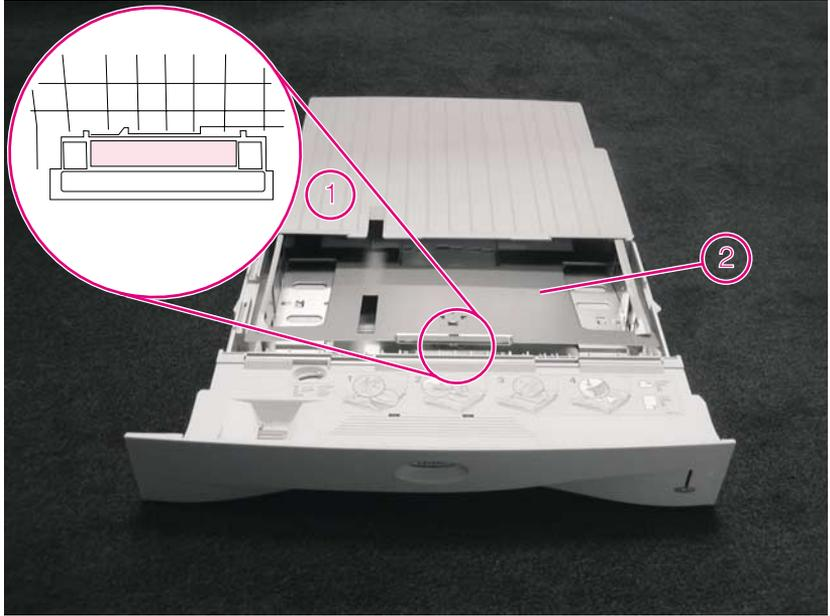
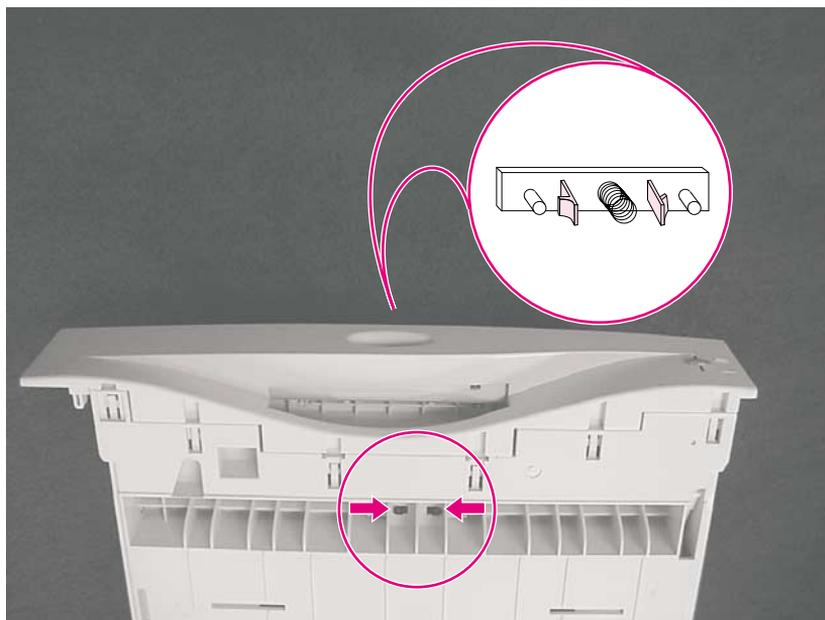

图 10 卸下纸盘 2 的分隔垫和弹簧（顶视图）
图 11 卸下纸盘 2 的分隔垫和弹簧（底视图）
- 2 在按下纸张提升板（图 10，编号 2）的同时，将手伸到纸盘前下方，压紧黑色锁定片，以将分隔垫与纸盘松开。（请参见图 10，编号 1 和图 11。）